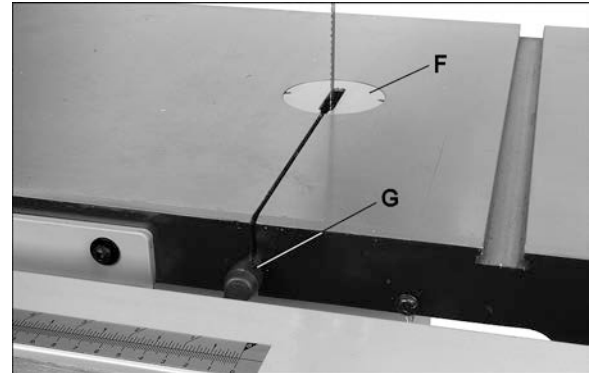

Fig 32
Entfernen Sie die Tischeinlage (F, Fig 32) und den Tisch-Kegelstift (G).